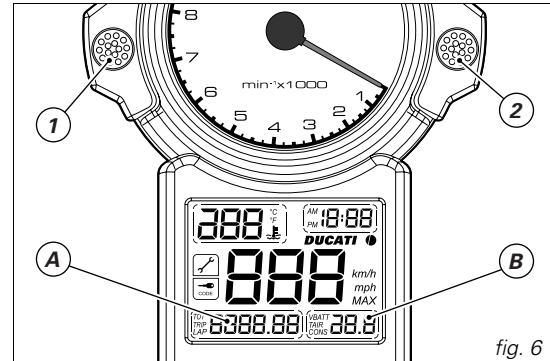

fig. 6
Appuyez sur le bouton (1) (fig. 6) clé sur **ON** pour alterner la visualisation du totalisateur journalier, du compteur kilométrique et du temps sur le tour du circuit.
Appuyez sur le bouton (2) (fig. 6) clé sur **ON** pour alterner la visualisation de la tension de la batterie, de la température de l'air et de la consommation.